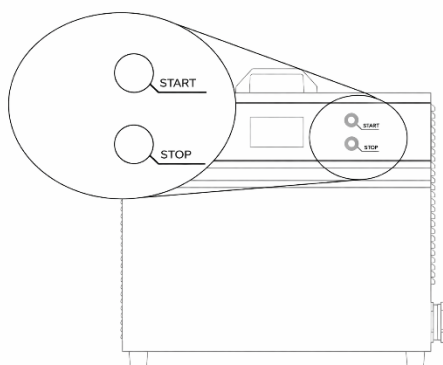

Figura 43 - Detalhe dos botões do carregador
5. Em caso haja interrupção da carga por pressionar o botão “Stop” no carregador, pressione o botão ‘Start’ para reiniciar o processo de carga (Figura 43).